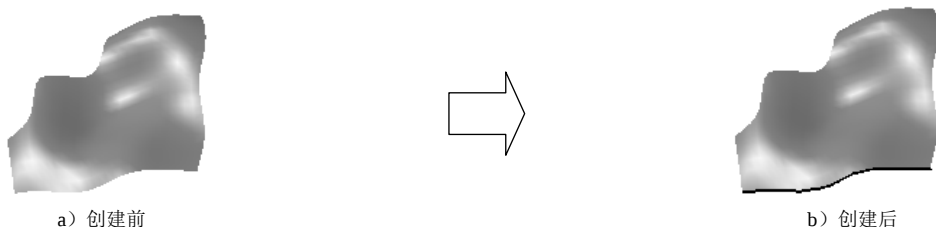

图 6.1.1 创建单一边界
使用 单一边界 (O)... 命令可以在指定的曲面或实体的边缘生成单一的边界曲线。下面以图 6.1.1 所示的模型为例，讲解单一边界的创建过程。